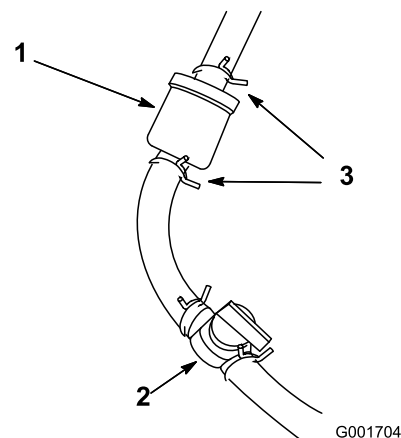

Figura 34
3. Cierre la válvula de cierre de combustible (Figura 34).
4. Afloje la abrazadera que está cerca del filtro de combustible y deslícela por el tubo, alejándola del filtro (Figura 34).
5. Retire el tubo de combustible del filtro (Figura 34). Abra la válvula de cierre del combustible y deje que la gasolina se drene en un recipiente.
6. Instale el tubo de combustible en el filtro de combustible. Acerque la abrazadera al filtro de combustible para fijar el tubo de combustible (Figura 34).